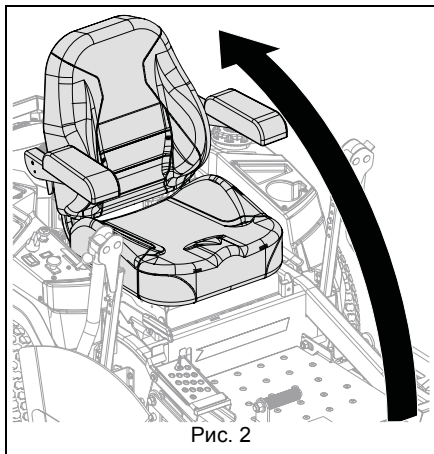

Рис. 2
5. Верните сиденье в рабочее положение. См. Рис. 2.